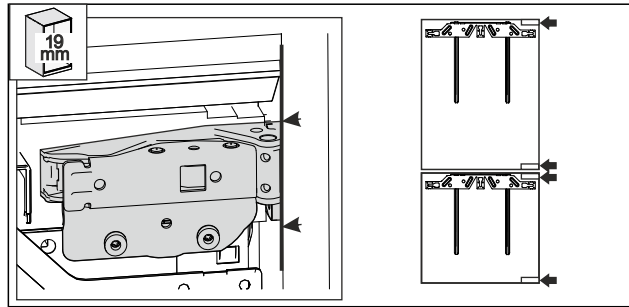

Fig. 52 *
- Stěna nábytku o tloušťce 19 mm: přední hrana závěsů je zarovnána s přední stranou boční stěny nábytku. Fig. 52 ()